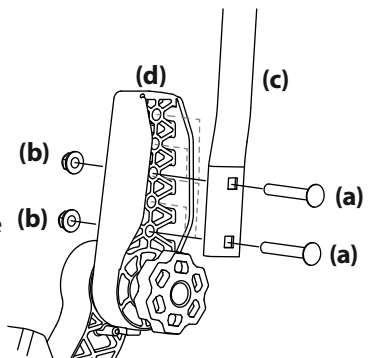

Figura 7
1. Extraiga los dos tornillos de carro (a) y las dos tuercas de seguridad con brida (b) que sujetan la palanca de control de la transmisión de barra de seguridad (c) hasta el regulador de la palanca superior (d). Consulte la Figura 7.
2. Mueva la palanca de control de la transmisión de barra de seguridad hasta una de las tres alturas disponibles y sujétela en su lugar con los tornillos del carro y las tuercas de seguridad de brida. Consulte la Figura 7.
4. Si las palancas de control no se alinean después de ajustar la perilla, afloje las tuercas (b), alinee las palancas de control y vuelva a apretar las tuercas. Una vez que se realiza este ajuste fino, las palancas de control se alinearán al usar el ajuste de la perilla. Consulte la Figura 7.